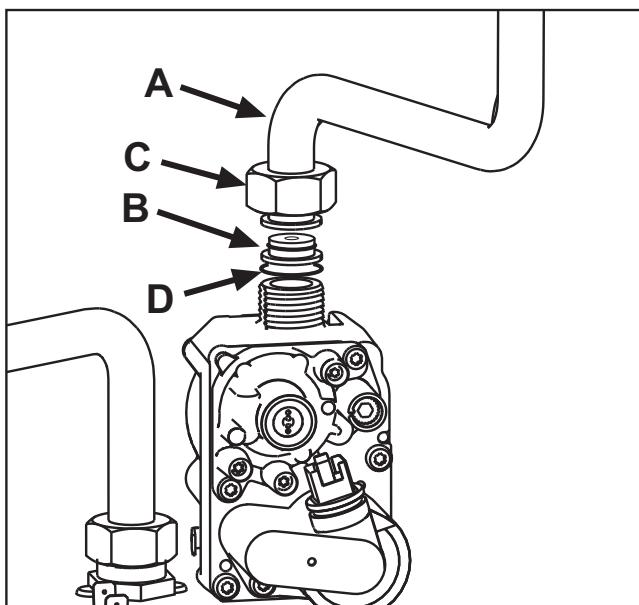

рис. 22
3. Открутить колесико С и вынуть газовую трубу А из газового клапана (см. рис. 22).
4. Заменить форсунку В, вставленную в газовую трубу, на форсунку, входящую в комплект для переоборудования на другой вид газа, вставив прокладку D (см.рис. 22).